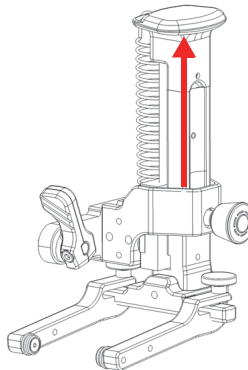

Abbildung 3-2 Schiene in die Verriegelungsposition schieben
2. Um die Installation zu erleichtern, heben Sie die Sensorhalter an, indem Sie die Schiene der federbelasteten Arme nach oben schieben, bis sie die verriegelte Position (Abbildung 3-2 auf Seite 67) erreicht.